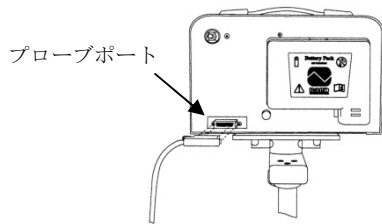

図 1
- 2) プローブコネクタを、超音波スキャナ本体の背面にあるプローブポートに差し込む。プローブコネクタは定められた方向にのみ挿入でき、カチッと音がする。コネクタがプローブポートに正しく差し込めない場合は、一旦コネクタを抜いて再度挿入すること。（図 1）